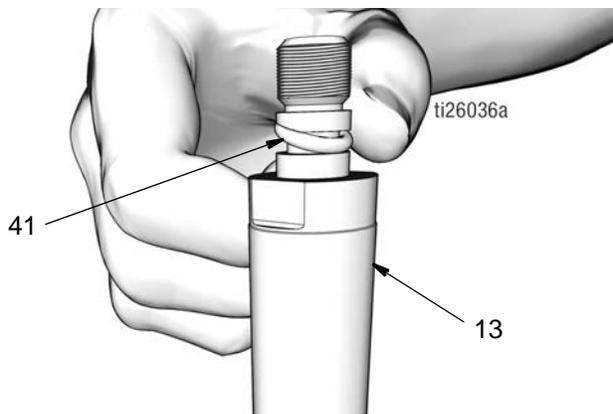

图 45
- a. 使用干净的布向下擦拭活塞杆 (13) 和活塞 (6)，除去任何脏污或污染物。检查表面有无擦伤或损坏。更换损坏的零配件。
- b. 在 O 形圈 (41) 上抹上薄薄一层滑脂。将 O 形圈安装在活塞杆 (13) 的沟槽上 (图 45)。